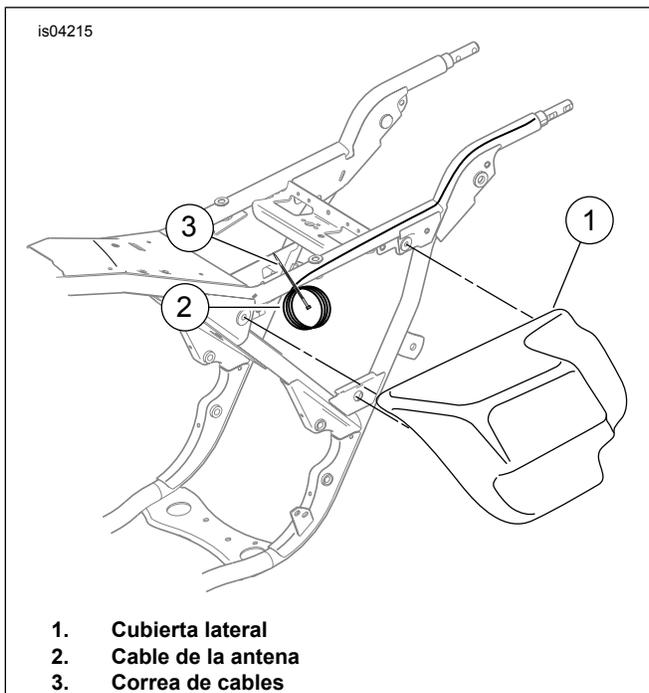

Figura 4. Cubierta lateral y amarre del cable de la antena
1. Vea la Figura 4. Cuidadosamente quite la cubierta lateral izquierda (1) separándola de los tubos de la estructura (no se necesitan herramientas).
5. Vea la Figura 4. Enrolle el cable/cableado sobrante de la antena (2). Use una correa de cables larga (3) para sujetar el cable a la estructura debajo de la cubierta lateral izquierda (1) con el arnés de cableado del vehículo.